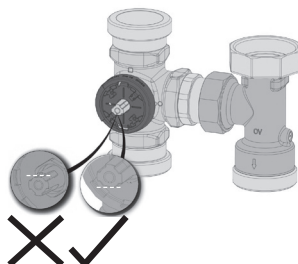

Abb. 17
3. Ausrichtung des Mischerkükens kontrollieren. Dessen abgeflachte Seite muss nach unten zeigen und waagrecht ausgerichtet sein (Abb. 17). Das Kükens versperrt in dieser Position den Vorlaufstrang.